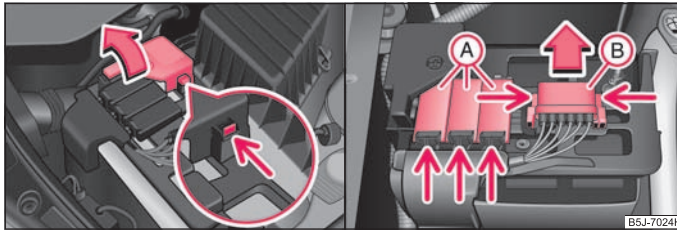

Abb. 160 Batterie: Aufklappen der Pluspol-Abdeckung / Sicherungsdeckel
- Klappen Sie die Pluspol-Abdeckung (+) auf ⇒ Abb. 160.
- Drücken Sie auf die Verrastungen der Sicherungsabdeckungen (A) ⇒ Abb. 160 rechts und klappen Sie die Abdeckungen auf.
- Drücken Sie die Verrastungen der Sicherungsabdeckung (B) gleichzeitig zusammen und schieben Sie die Abdeckung in Pfeilrichtung heraus.
- Einige Fahrzeuge sind nur mit der Abdeckung (B) ausgestattet ⇒ Abb. 160 rechts. ■